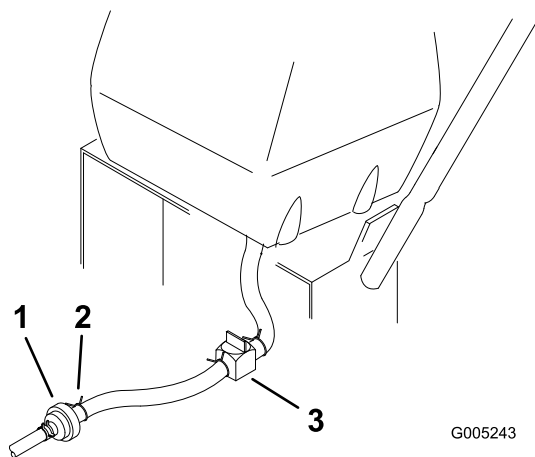

Figure 37
2. Fermez le robinet d'arrivée de carburant sur le réservoir (Figure 37).
3. Pincez les extrémités du collier de fixation et poussez le collier en haut de la conduite d'alimentation, à l'opposé du filtre à carburant (Figure 37).
4. Débranchez la conduite d'alimentation du filtre à carburant (Figure 37). Ouvrez le robinet d'arrivée de carburant et laissez l'essence s'écouler dans un bidon ou un bac de vidange.
3. Fermez le robinet d'arrivée de carburant sur le réservoir (Figure 37).
7. Ouvrez le robinet d'arrivée d'essence sur le réservoir (Figure 37).